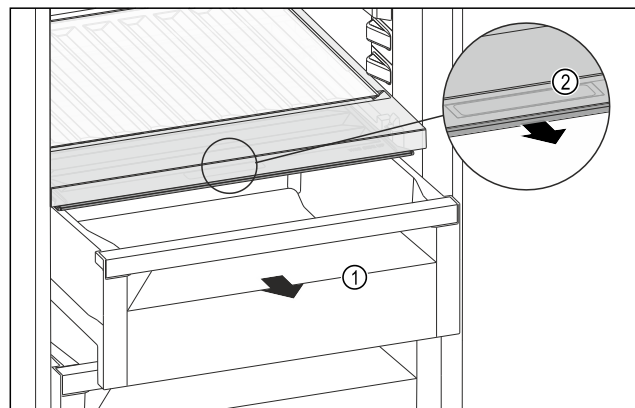

Fig. 122
- ▶ Schubfach Fig. 122 (1) herausziehen.
- ▶ Griffmulde Fig. 122 (2) am Fachdeckel anfassend und gleichzeitig nach vorne ziehen.